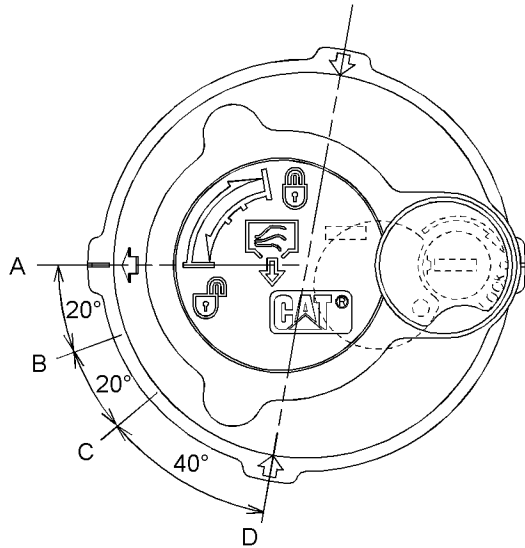

Ilustración 507
3. Suelte la presión que puede haber en el circuito hidráulico de retorno con el siguiente procedimiento. Consulte la Ilustración 507 para ver las posiciones de la tapa del tubo de llenado.
- a. Gire la tapa de llenado hacia la izquierda sin aplicar fuerza hacia abajo y mueva la flecha de la posición (A) a la posición (B).
- b. Suelte la presión durante un mínimo de 45 segundos moviendo la flecha de la posición (B) a la posición (C).
- c. Presione el centro de la tapa de llenado hacia abajo. Sin inclinar la tapa de llenado, mueva la flecha de la posición (C) a la posición (D).
- e. Apriete la tapa del tubo de llenado del tanque hidráulico hasta la posición (A).